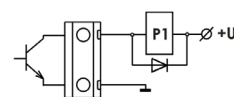

Рис. 4
- **ВУ типа открытый коллектор** (код - ОК, рис. 4). Могут непосредственно управлять исполнительными устройствами малой мощности (активными) (реле, пускатели постоянного тока, лампы накаливания, светодиодные индикаторы) или использоваться в качестве ключей для передачи сигнала о состоянии исполнительного устройства.